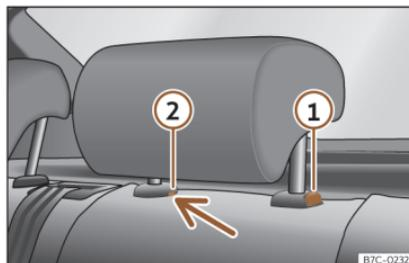

Fig. 105 Poggiatesta posteriore: smontaggio.
- Premere il tasto»» fig. 105 ① , premendo al tempo stesso attraverso il foro della sicura ② con un cacciavite piatto di massimo 5 mm di larghezza e rimuovere il poggiatesta.